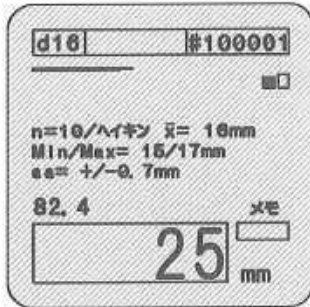

図43
- 測定が終わりましたら、ENDキーを押してください。図43が表示されます。